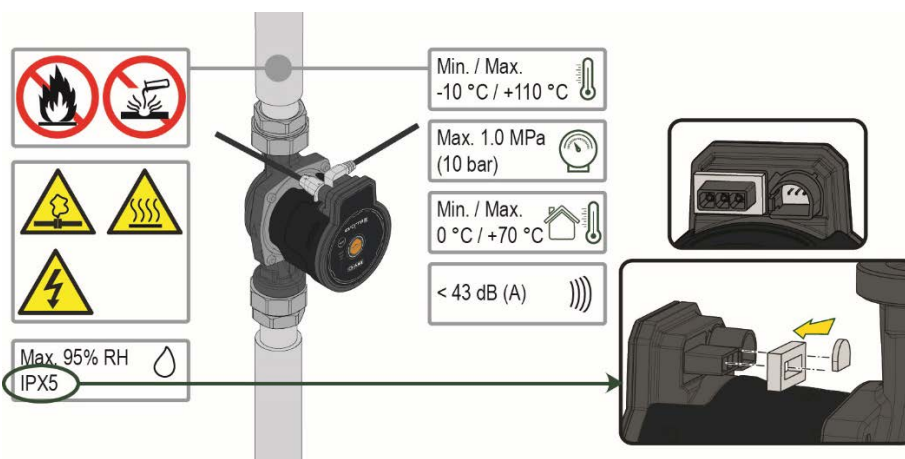

Рисунок 1: Перекачиваемые жидкости, предупреждения и условия эксплуатации
Стрелки на корпусе насоса указывают направление потока через насос. См. Рис. 1, поз.
1. Вставьте две прокладки при установке насоса в трубу. См. Рис. 1, поз. В.
2. Установите насос с колечковым валом горизонтально. См. Рис. 1, поз. С.